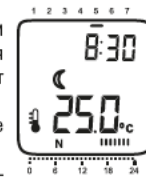

Рис.6
- нажмите кнопку «+» – введенное значение будет сохранено и термостат перейдет из режима настройки часов в рабочий режим (Рис.6).